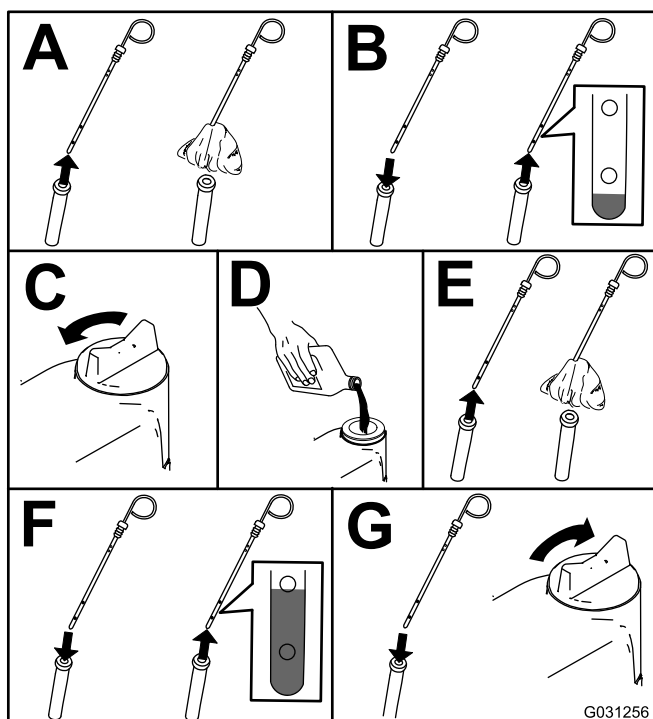

Figura 50
2. Controllate il livello dell'olio motore (Figura 50).